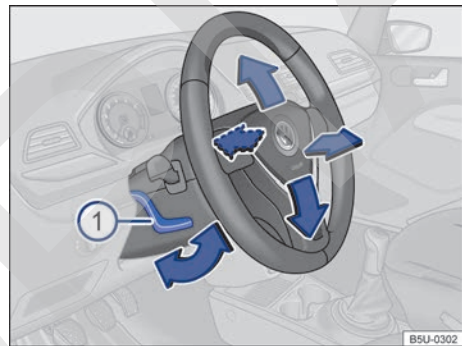

Fig. 39 Ajustar la posición del volante.
- Empujar la palanca → fig. 39 ① hacia abajo y colocar el volante en la posición deseada.